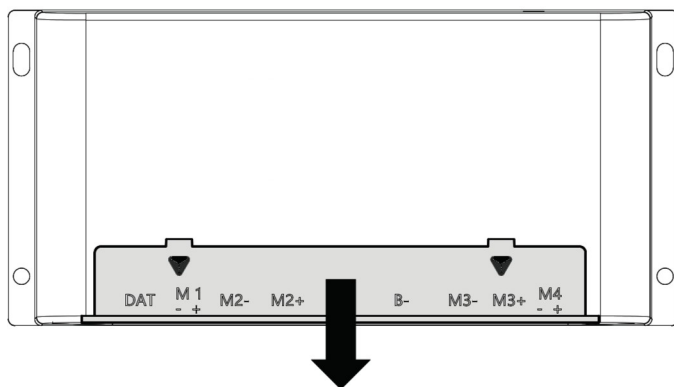

Fig. 17
Étudiez la Fig.17. Le schéma de câblage (Fig.17) décrit le parcours du câblage lorsque les unités de moteur sont installées sur les roues/essieu AVANT, face à l'arrière de la remorque. La Fig.6 indique la polarité des bornes sur les différentes variantes de mover. Notez que ces emplacements restent les mêmes, que le moteur soit du côté gauche ou du côté droit.
Installez l'interrupteur d'isolement entre la batterie et l'unité de commande (Fig.17) le long du câble positif [+] de la batterie, en utilisant deux des connecteurs à bague terminale de 6 mm fournis pour relier le câble aux bornes de l'interrupteur. Ces connecteurs devront être sertis à l'extrémité des fils. Veillez à laisser une longueur de fil suffisante pour aller de la batterie au commutateur d'isolement et du commutateur d'isolement au boîtier électronique. Sur le câble positif [+] de la batterie entre l'interrupteur d'isolement et le boîtier de commande électronique, le fusible devra également être installé. Pour ce faire, montez le fusible 120A (8) dans le boîtier du fusible en ligne (7). Coupez le câble positif [+] de la batterie là où c'est nécessaire et sertissez à nouveau des connecteurs à anneau terminal de 6 mm à chaque extrémité pour permettre le montage du fusible. Le boîtier du fusible (7) peut être vissé au mur ou au sol de la même manière que l'unité de contrôle électronique. Avec les fils de la batterie fournis, procédez au câblage de la batterie au boîtier électronique, via le commutateur d'isolement et le fusible précédemment installés, comme indiqué dans le schéma de câblage (Fig.17). Des connecteurs annulaires de 6 mm sont déjà fixés aux fils de la batterie pour la connexion au boîtier électronique, tandis que deux tailles de connecteurs annulaires sont fournies pour la connexion à la batterie elle-même.
REMARQUE: Selon les exigences réglementaires de votre région, il peut être nécessaire d'installer un câblage de calibre plus élevé dans le système. Veuillez consulter votre revendeur pour plus de détails si nécessaire. Une fois que tous les fils sont correctement fixés, conformément à la Fig.17, l'installation électrique est terminée.